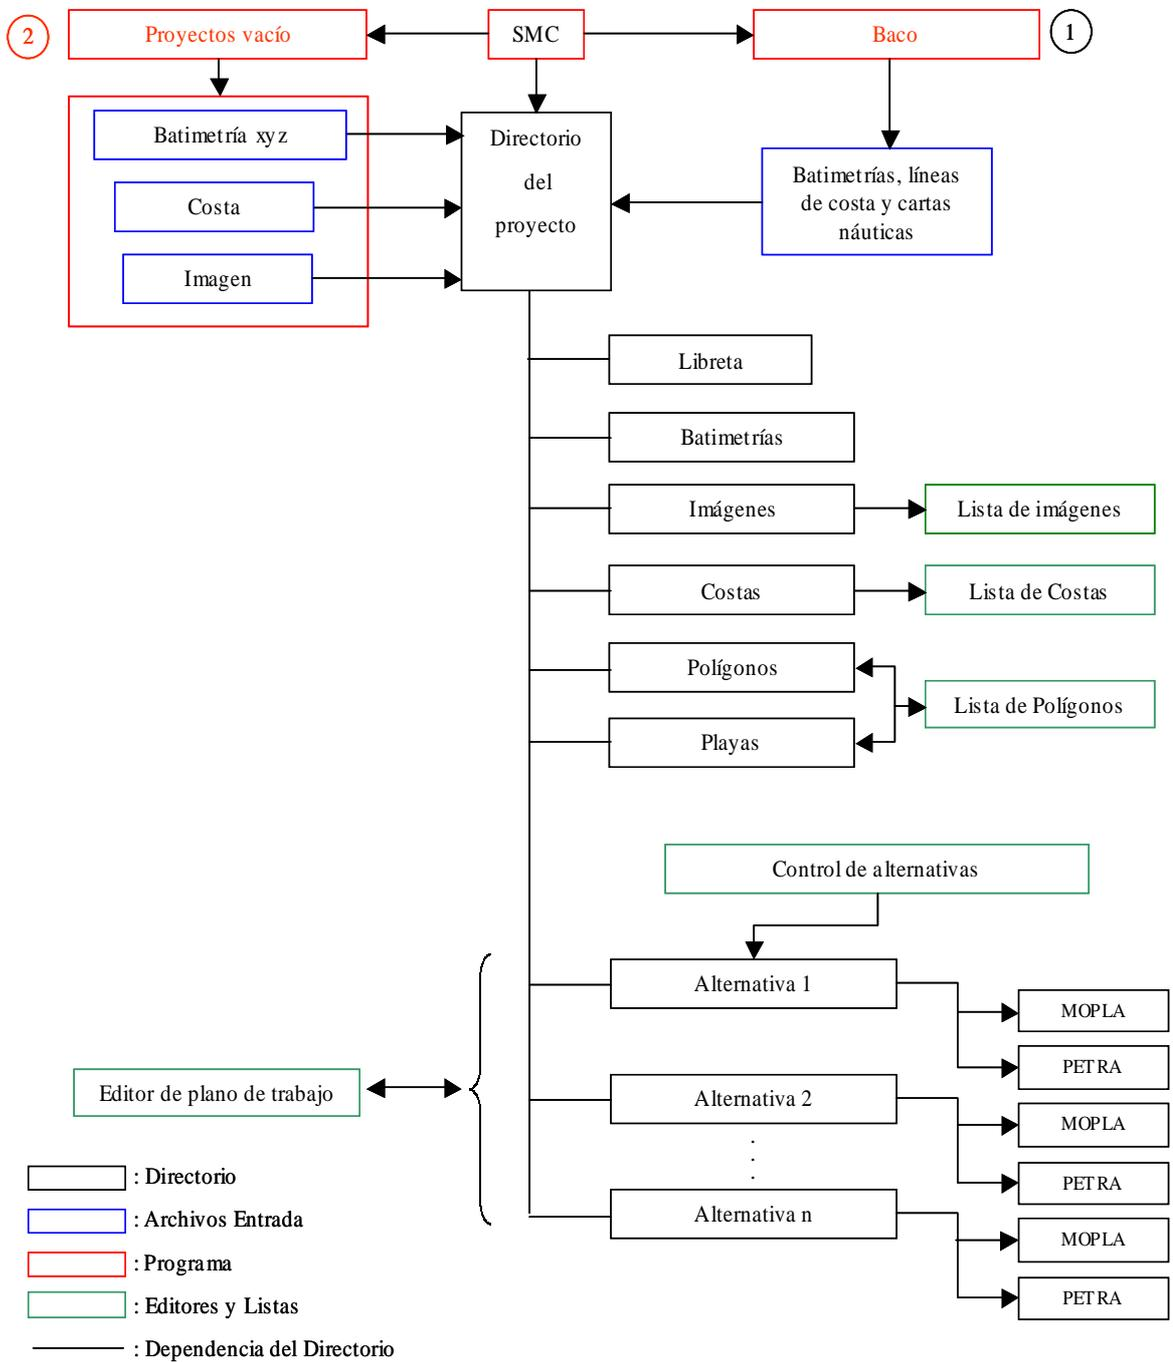

Figura 5.1. Esquema global de la estructura de un “proyecto” dentro del SMC
- Opción 1: a partir de la ejecución del Programa Baco, el cual transfiere a un proyecto una serie de polígonos con batimetrías, cartas náuticas y líneas de costa, de una zona de interés (ver figura 5.1).
Cuando se genera un proyecto, se crea un directorio, tal como se muestra en la figura 5.1. Este directorio contiene una serie de subdirectorios, que almacenan la información del proyecto: un primer directorio denominado “libreta” almacena información proveniente de los programas de pre-proceso. Los cinco subdirectorios siguientes (batimetrías, imágenes, costas, polígonos y playas) almacenan todos los elementos dentro del proyecto relacionados con su mismo nombre. Existen, como se verá más adelante, algunas “listas” que permiten acceder a la información de estos directorios. Esta información es global y está disponible para todo el proyecto.